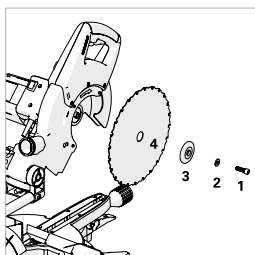

Fig. 40a
- Utilisation de la clé hexagonale fournie, desserrer la vis de l'arbre et retirez la rondelle et la bride extérieure - lame et la lame de la treille (**Fig. 40a**).